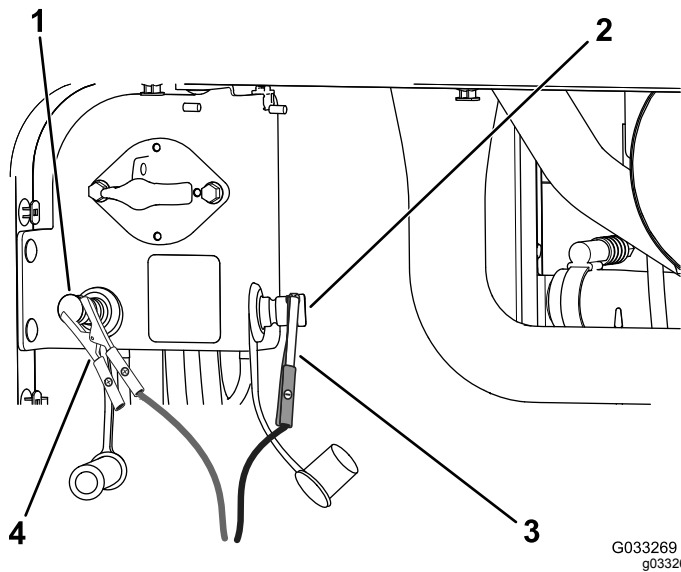

Рисунок 105
штырю запуска от внешнего источника (Рисунок 105).
- Подсоедините отрицательный провод зарядного устройства к отрицательному штырю запуска от внешнего источника (Рисунок 105).
- После полной зарядки аккумуляторных батарей отсоедините зарядное устройство от источника электропитания, затем отсоедините провода зарядного устройства от штырей запуска от внешнего источника (Рисунок 105).